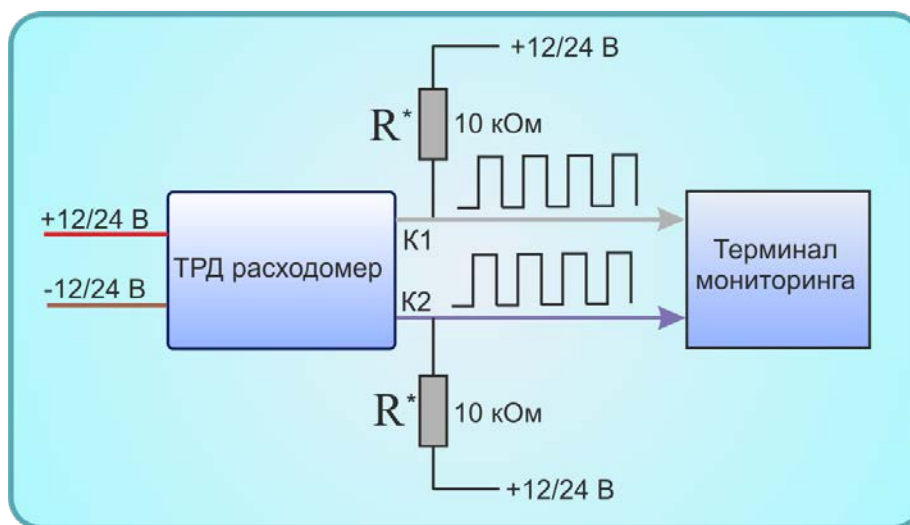

Рисунок 8 – Схема подключения расходомера, R* - подтягивающий резистор (необходимость наличия зависит от модели терминала)
7. Подключить расходомер к терминалу системы мониторинга (рис. 8).